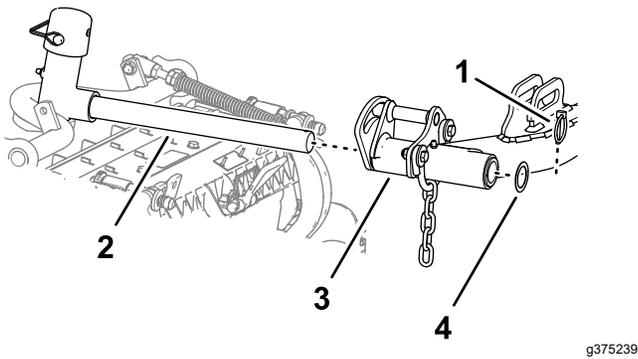

Bild 27
6. Schieben Sie ein Mähwerk unter den Hubarm (**Bild 27**).